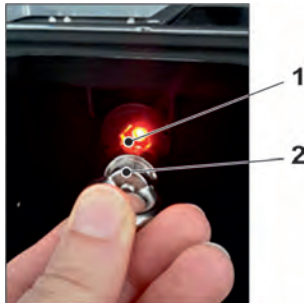

Fig. 29-1 Réveiller le NivuFlow Mobile
2. « Réveiller » le NivuFlow Mobile: pour ce faire, utilisez l'aimant fourni (Fig. 29-1 n° 2) à positionner devant le contact Reed (Fig. 29-1 n° 1; à l'avant du NFM) jusqu'à ce que la LED s'allume.